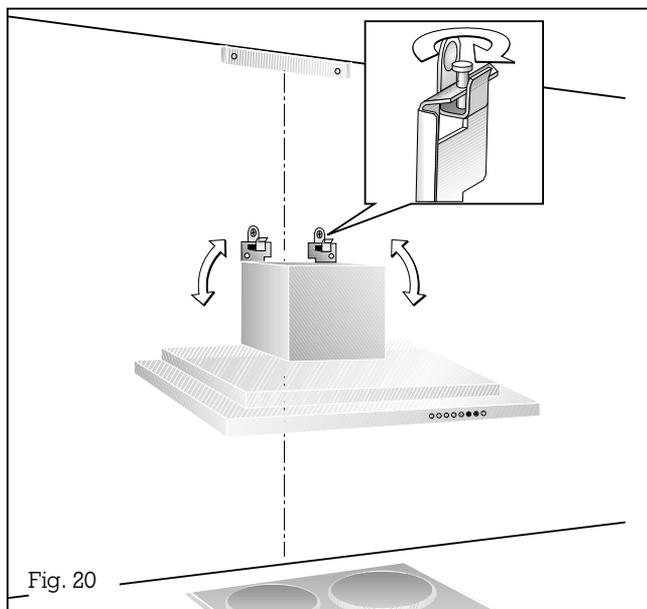

Fig. 20
- Agganciate la cappa sui due ganci. Aggiustate i ganci con le viti con intaglio a croce ed allineate la cappa con l'ausilio di una livella (Fig. 20).